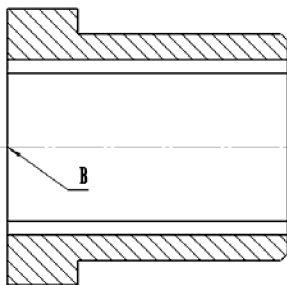

图 6-31 组合零件 2
2) 组合零件 1 和零件 2。首先将零件 1 绘制并修整成如图 6-30 所示的图形,然后将零件 2 绘制并修整成如图 6-31 所示的图形。
3) 使用平移功能将两个图形进行装配。单击【平移】按钮，用鼠标选取图 6-31 上的所有的图素，设置图 6-31 以 B 点为平移的基点，使用鼠标将它平移到图 6-30 的 A 点位置，并放置在 A 点上，如图 6-32 所示。